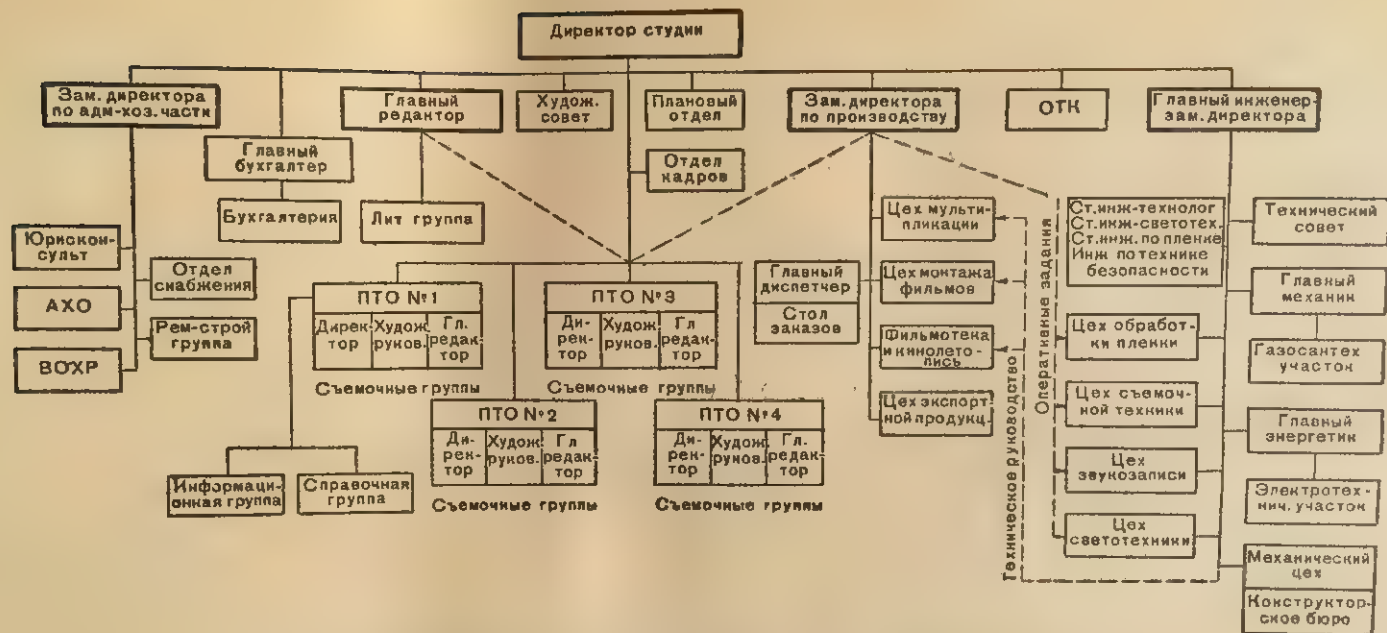

Рис. 18. Структура Центральной студии документальных фильмов
**Киностудия хроникально-документальных фильмов** имеет многие цехи и отделы, аналогичные цехам и отделам киностудии художественных фильмов, поэтому мы не будем останавливаться на них. Рассмотрим лишь те подразделения студии, которые типичны для производства хроникально-документальных фильмов. Приведенная на рис. 18 структура является типовой. В зависимости от объема производства и других конкретных условий, в которых организуется студия, многие звенья могут претерпевать изменения, однако для каждой студии хроникально-документальных фильмов есть общие обязательные структурные подразделения.